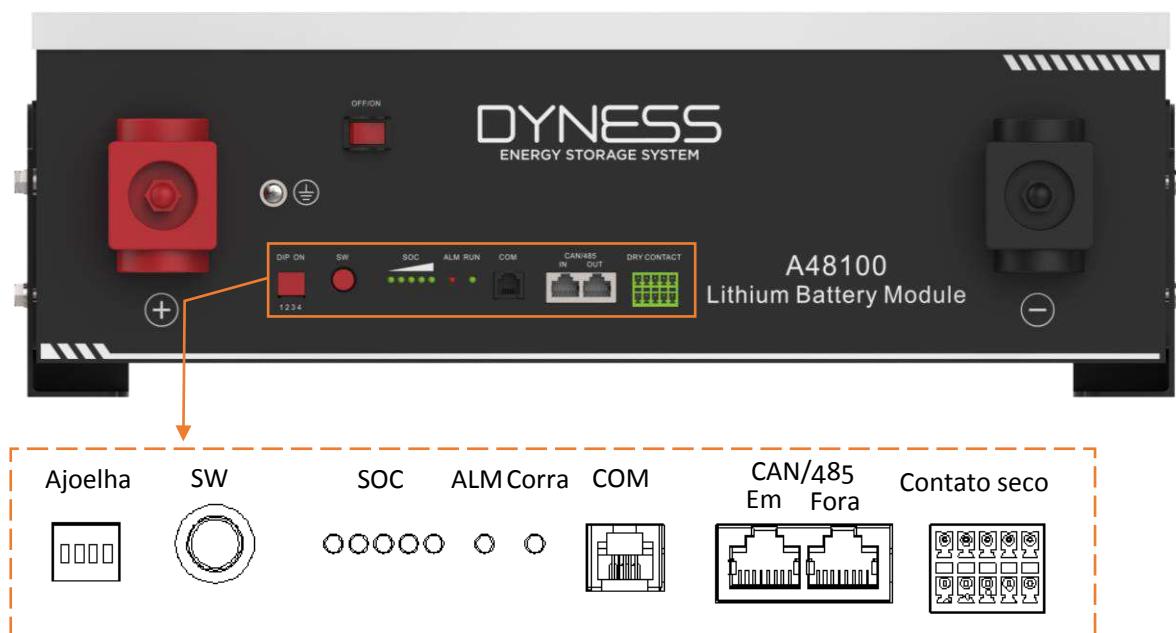

Figura 4-1
2. Após o autoteste do indicador, o indicador de execução é ativado e o indicador SOC é ativado (estado 100% SOC na Figura 4-1).